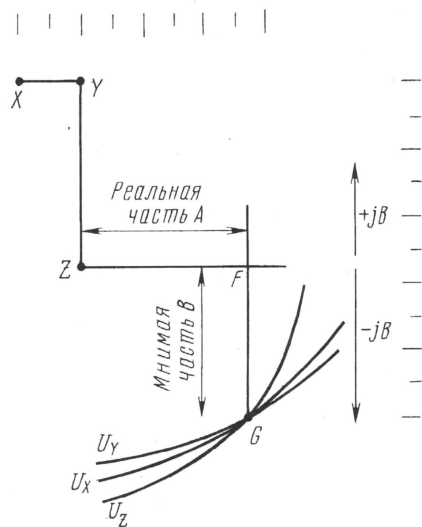

Рис. 2
11. Используя горизонтальную и вертикальную шкалы вашей графической бумаги, считайте по горизонтальной прямой реальную часть импеданса вашей антенны A, а по вертикальной — мнимую jB, т. е. прямая ZF будет реальной частью импеданса, а FG — мнимой, причем нижняя часть (ниже горизонтальной линии) будет представлять отрицательную реактивность (емкостную составляющую), а верхняя — положительную (индуктивную). Примерный вид графического выполнения расчета показан на **рис. 2**.